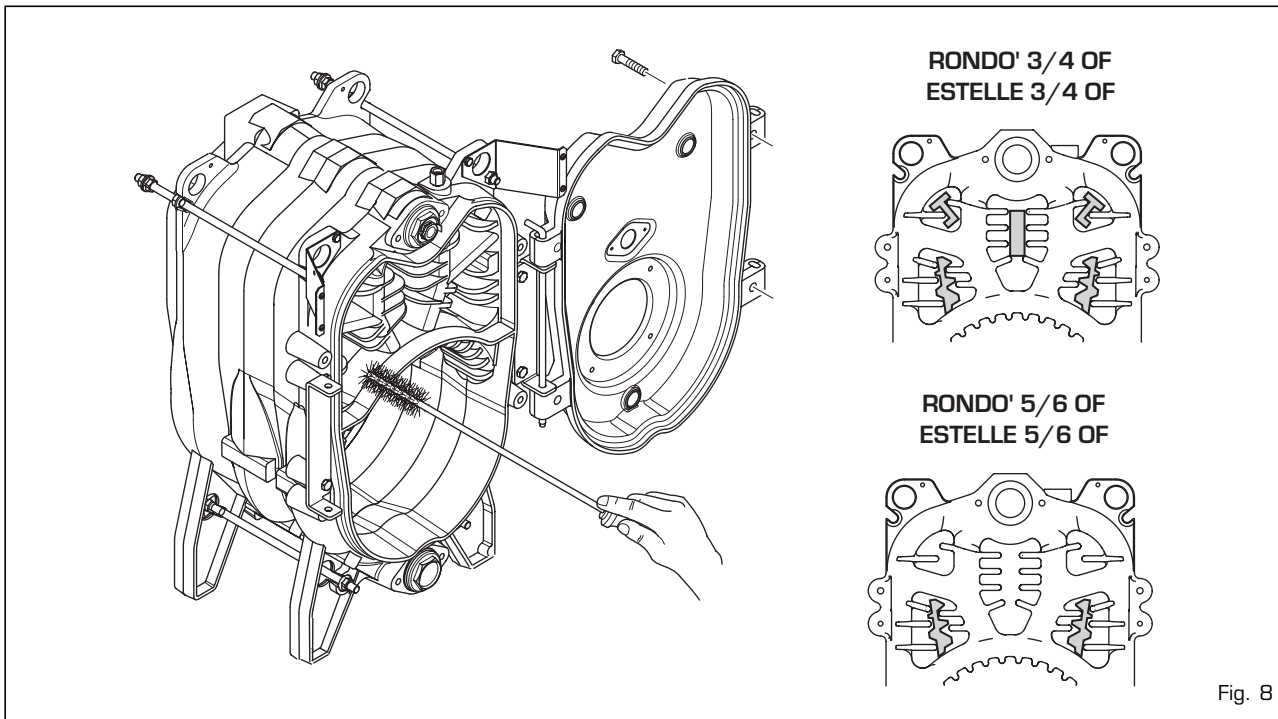

Fig. 8
3.3.1 Circuitul de gaze arse (fig. 8)